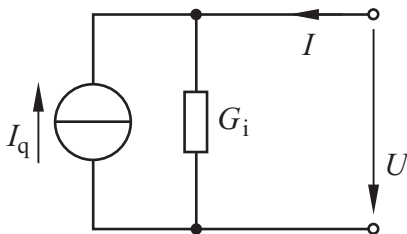

Bild 2.26 Ersatzschaltung der linearen Quelle: lineare Stromquelle
a) Bezugspfeile für I bzw. U nach Bild 2.26 bzw. 2.27